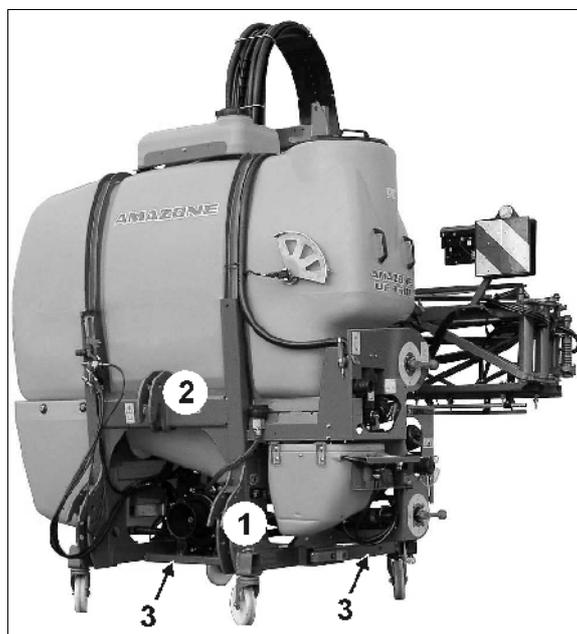

Bild 79
1. Sprutan kopplas till traktorns trepunktskoppling. Traktorns dragarmar kopplas till de undre tapparna (Kat. II) (Bild 79/1)
2. Toppstången kopplas och låses med Kat. II (**UF 1501**) (Bild 79/2) resp. Kat. III (**UF 1801**) sprint.
4. Skjut in de båda stödbenen (Bild 79/3) och spärra.